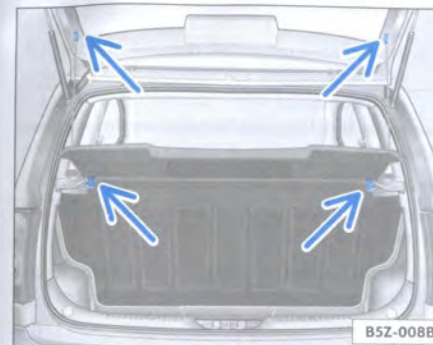

Fig. 98 Cubierta del maletero: retirada e instalación
- Desprenda los cordones de soporte ⇒ **fig. 98** -flechas superiores- de la tapa del maletero.
- Retire la cubierta de sus soportes laterales ⇒ **fig. 98** -flechas inferiores-, tirando para la parte trasera del vehículo.
- Empuje la cubierta hacia delante, introduciéndola en sus soportes laterales ⇒ **fig. 98** -flechas inferiores-.
- Encaje los cordones ⇒ **fig. 98** -flechas superiores- en la tapa maletero.